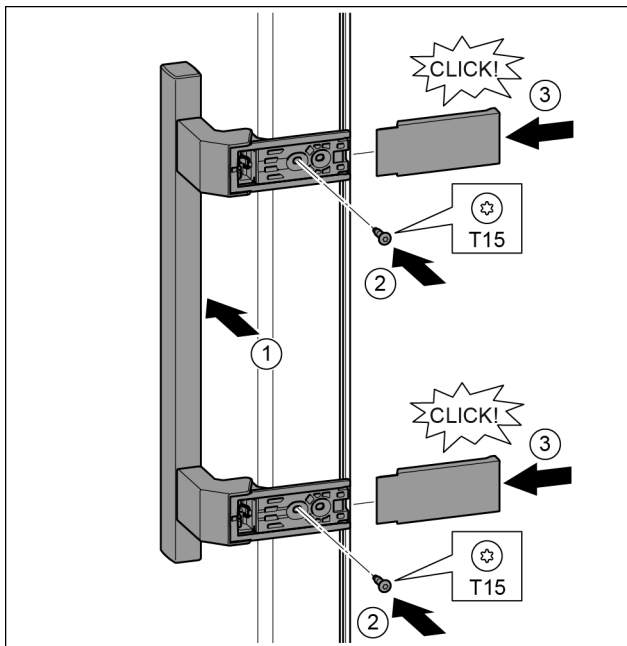

Fig. 19
- Założyć uchwyt po przeciwległej stronie. Fig. 19 (1)
- Śruby przykręcić przy pomocy śrubokręta T15. Fig. 19 (2)
- Osłony założyć z boku i wsunąć. Fig. 19 (3)